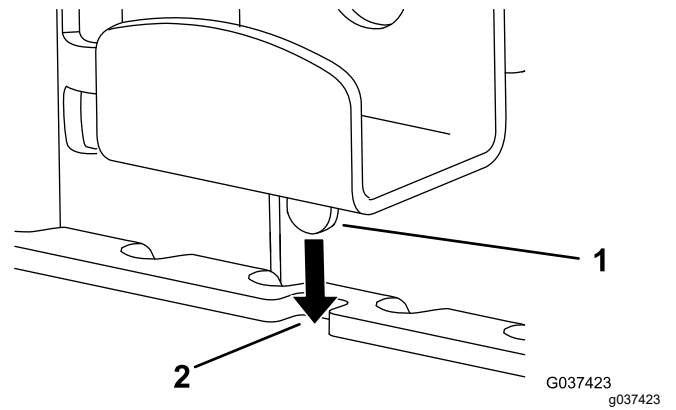

Bild 7
2. Lösen Sie das Handrad und senken die obere Halterung ab; setzen Sie die Nase in die Kerbe in der Scharnierhalterung (**Bild 7**).